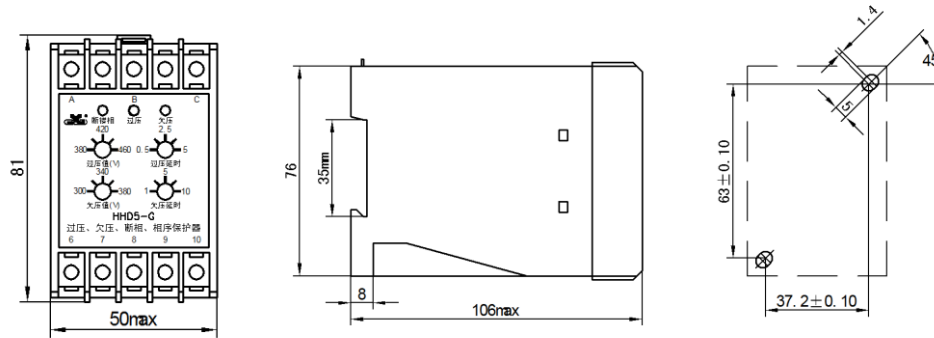

图1
(1) 安装方式：1) 螺钉固定安装；2) 35mm 标准导轨安装。
(2) 推荐保护器垂直于地面安装，以便于控制操作。其它任意安装角度不会对正常使用产生任何影响。
(3) 外形及安装尺寸（见图1）